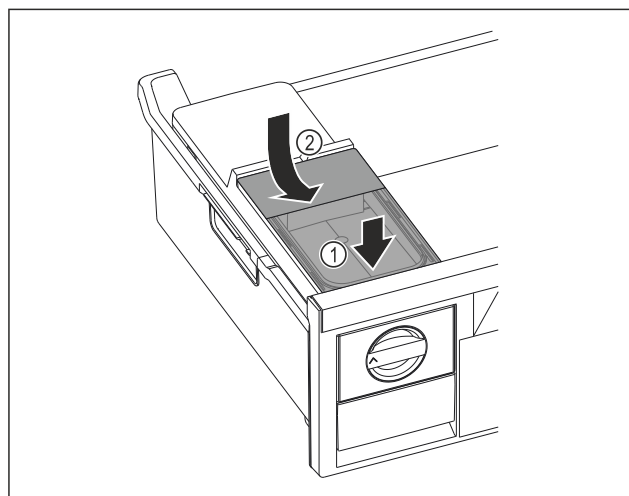

Fig. 40
- ▶ Zbiornik wody wsunąć od przodu. Fig. 40 (1)
- ▶ Zbiornik wody opuścić z tyłu. Fig. 40 (2)